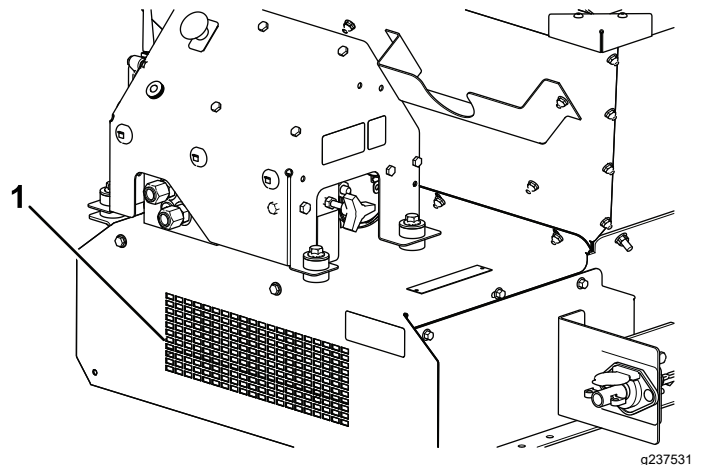
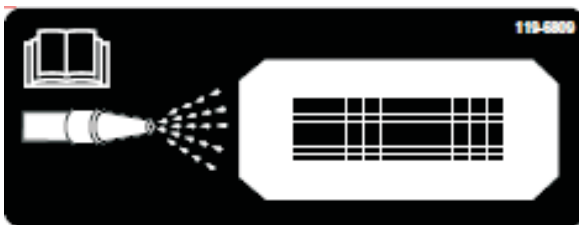

Figura 63
Figura 62
11. Localize o autocolante de limpeza na parte da frente da máquina (Figura 62), utilizando uma mangueira de jardim, pulverize a grelha de proteção frontal até que o painel inferior esteja totalmente livre de material (Figura 63).